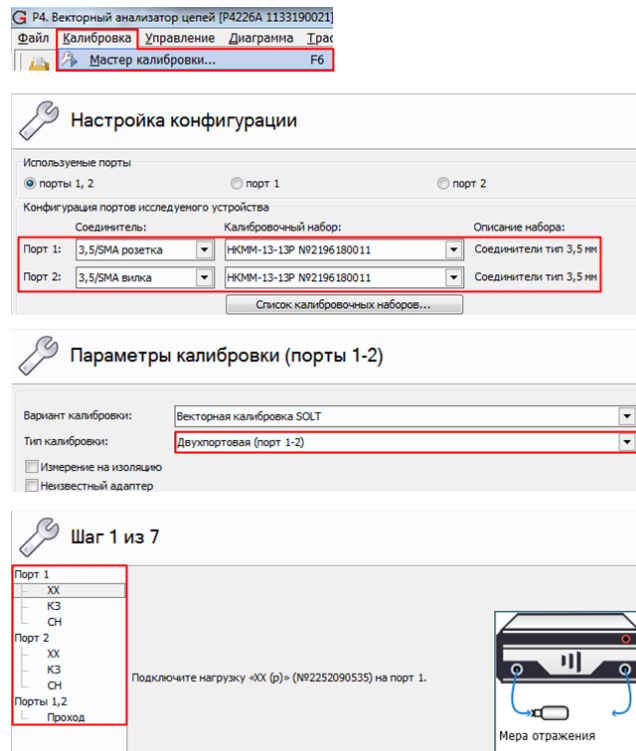

Рис. 16. Настройка параметров калибровки.
7. Выберите в главном меню *Калибровка* -> *Мастер калибровки* и проведите полную двухпортовую калибровку, руководствуясь указаниями мастера калибровки (рис. 16).